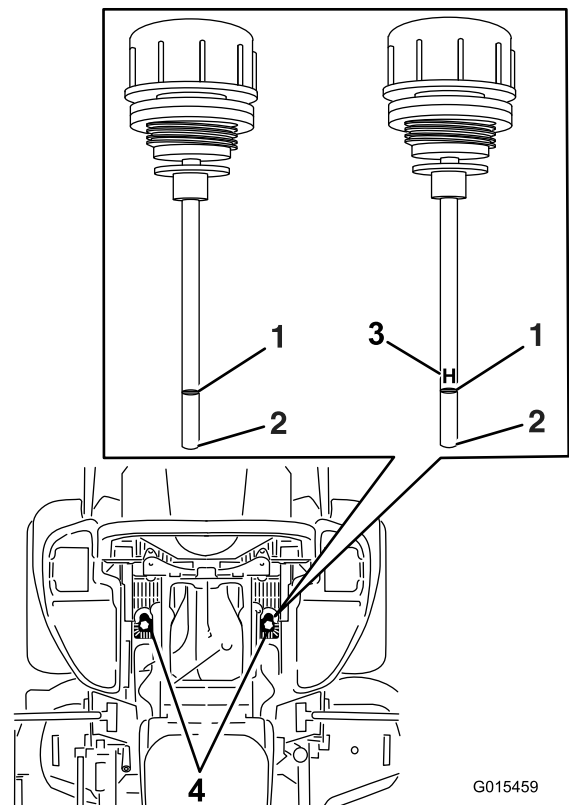

Figure 79
6. Nettoyez la surface autour des jauges des réservoirs du système hydraulique (Figure 79).
7. Sortez une jauge du réservoir hydraulique (Figure 79).
9. Ressortez la jauge et examinez son extrémité (Figure 79).
**Remarque:** Si le niveau d'huile est au repère minimum, versez lentement la quantité d'huile qui convient dans le réservoir hydraulique pour faire monter le niveau jusqu'au repère maximum (H).